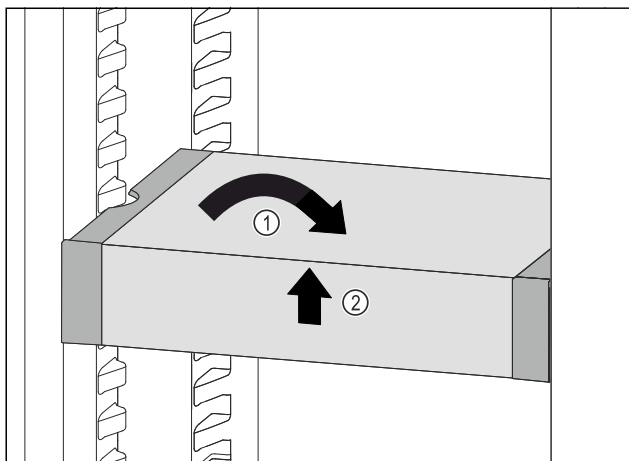

Fig. 132
- VarioSafe ustawić prosto. Fig. 132 (1)
- VarioSafe unieść z przodu. Fig. 132 (2)